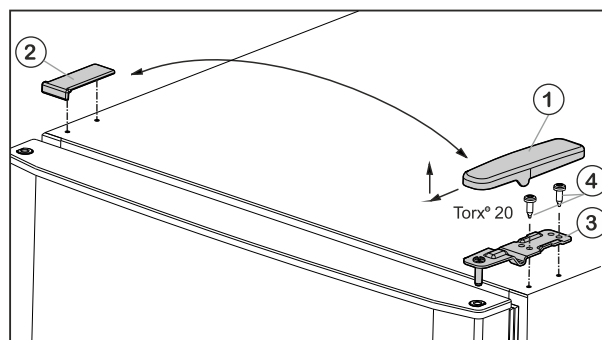

Fig. 5
- ▶ Trageți capacul Fig. 5 (1) în față și în sus.
- ▶ Ridicați capacul Fig. 5 (2).
- ▶ Deșurubați suportul superior al lagărului Fig. 5 (3) (2 șuruburi Torx® 20) Fig. 5 (4) și trageți-l în sus.
- ▶ Introduceți în ușa suportul de lagăr superior Fig. 5 (3), pe noua latură a balamalei.
- ▶ Înșurubați **ferm** (cu 4 Nm) suportul superior al lagărului (2 x Torx® 20) Fig. 5 (4). Eventual folosiți o mașină de înșurubat cu acumulatori.
- ▶ Aplicați din exterior și cuplați capacul Fig. 5 (1) pe partea opusă.
- ▶ Aplicați de sus și cuplați capacul Fig. 5 (2) de fiecare dată pe partea opusă.